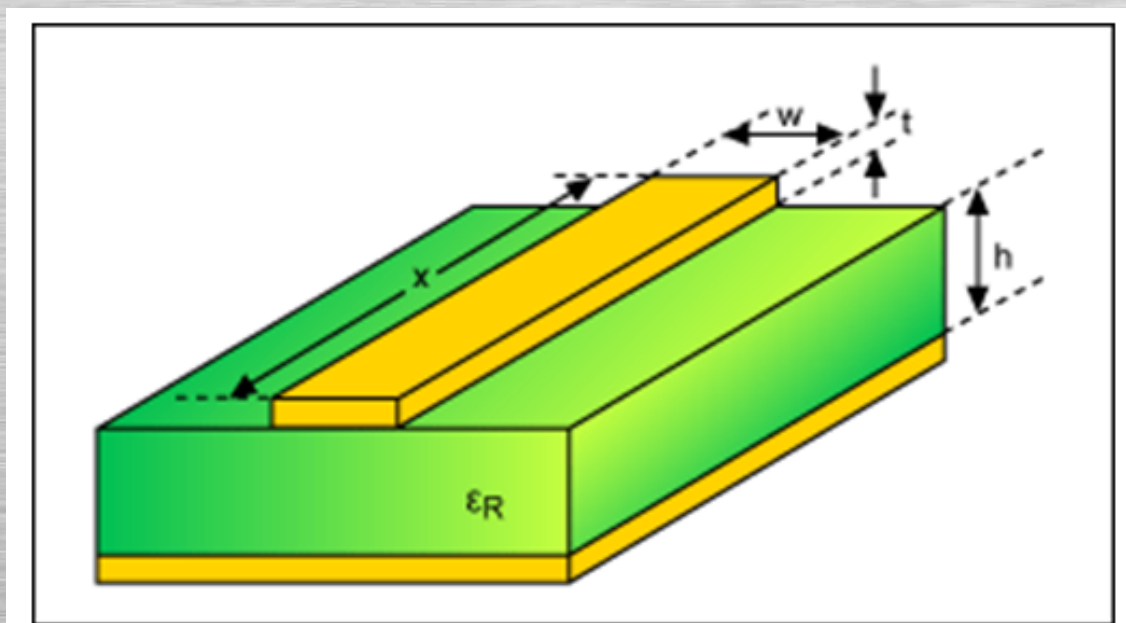

Figure 1. Microstrip example (isometric view).
- 这种传输线包括固定宽度的金属布线（导体），以及一个直接位于下面（相邻层）的完整的接地平面。例如，第1层（顶部金属）上的微带要求在第2层上有坚固的接地平面（图1）。路由的宽度、介电层的厚度，和介质类型确定的特性阻抗（通常为 $50\ \Omega$ 或 $75\ \Omega$ ）